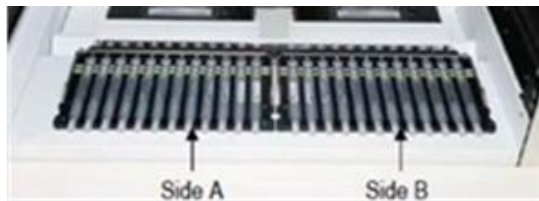

Figura 3: Carregar o(s) suporte(s) no sistema BD MAX
15. Carregar o(s) suporte(s) no sistema BD MAX (Figura 3).